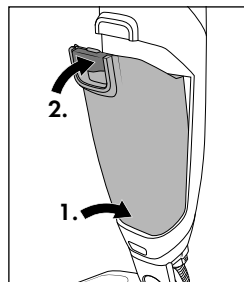

Fig. 15
- ◆ Placez le bac à poussière **10** dans l'unité moteur **8**, jusqu'à ce qu'il s'enclenche audiblement (voir fig. 15).